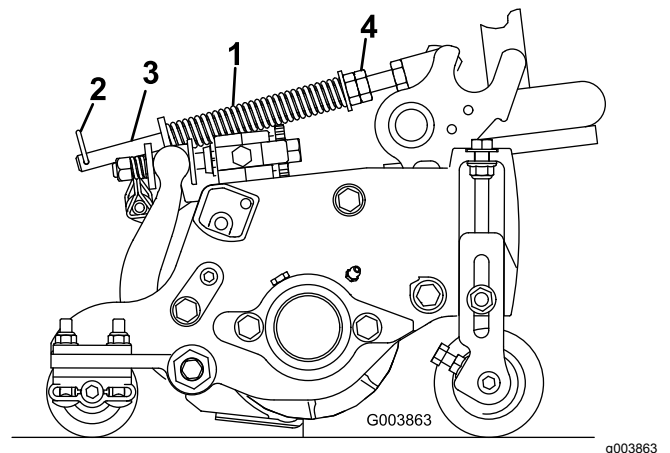

Bild 15
Die Rasenkompensierungsfeder verlagert das Gewicht von der Front- zur Heckrolle (Bild 15). Dies reduziert ein Bobbing genanntes Wellenmuster auf der Grünfläche.
1. Stellen Sie sicher, dass der Splint in das hintere Loch in der Federstange eingesetzt ist (Bild 15).
2. Ziehen Sie die Sechskantmuttern vorne an der Federstange an, bis die zusammengedrückte Länge der Feder an 12,7-cm-Schneideinheiten 12,7 cm oder an 17,8-cm-Schneideinheiten 15,9 cm beträgt (Bild 15).